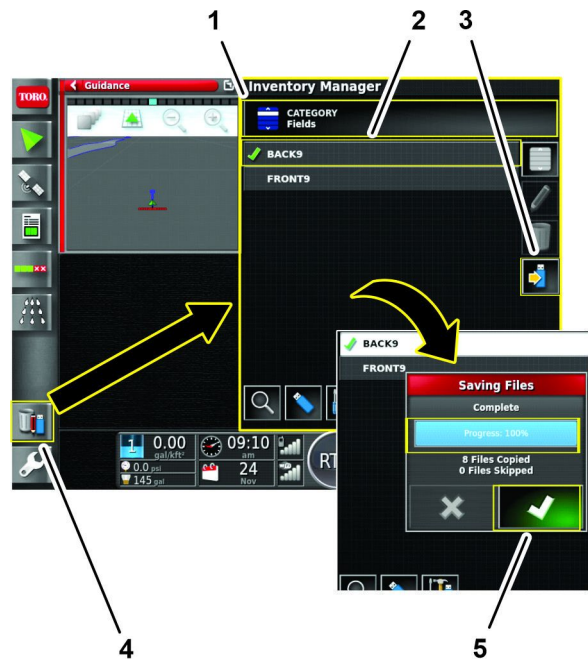

图 70
2. 按库存管理器图标然后按类别类型图标图 70。
4. 按准备合并到 1 号机器上的边界的场地图标再按将选择保存至 USB 图标然后按“确认”图标图 70。